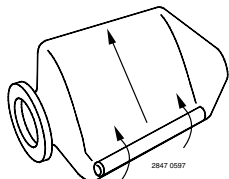

Figura 4 - Enrollar diagonalmente hacia el cuello
- B. Para asegurarse de que esté bien enrollada, comience por un lado en la parte superior y enrolle la celda de agua BIEN APRETADA diagonalmente hacia el otro lado (consulte la Figura 4). Para poder extraer todo el aire que sea posible, asegúrese de enrollar hacia la abertura del cuello de la celda de agua.